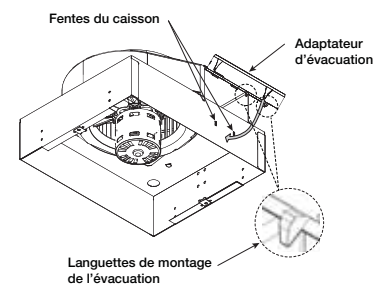

Figure 5 — Tourner et enclencher l'évacuation
2. Tourner l'adaptateur d'évacuation jusqu'à ce que les deux languettes de montage s'engagent complètement dans les fentes du caisson, illustré à la Figure 5.